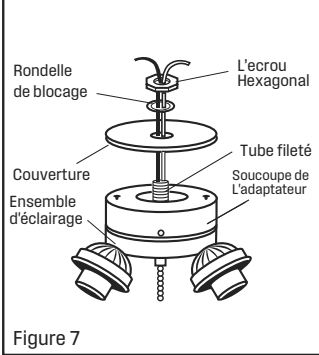

Figure 7
3. Fixer le couvercle à l'adaptateur en passant en premier le jeu de fils (blanc et noir) par l'ouverture du couvercle, puis en le vissant à l'adaptateur (Voir figure 7). S'assurer que les vis sont suffisamment serrées pour que l'ensemble d'éclairage ne vibre pas.